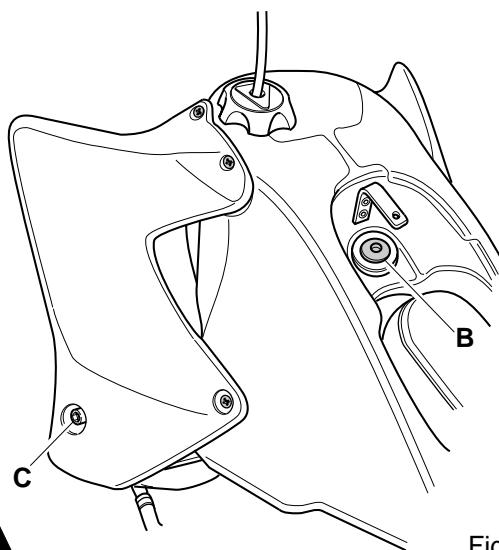

Fig. 37
2. Svitare la vite "B" (Fig. 37) di fissaggio del serbatoio del carburante e le viti "C" (Fig. 37) di fissaggio degli spoiler ai radiatori.
- Unscrewing vine "B" (Fig. 37) of fixing of the tank of fuel and vines "C" (Fig. 37) of fixing of the spoiler to radiators.
- Schraube "B" (Abb..37) (zur Behälterbefestigung) und Schrauben "C" (fg.37) (zur Befestigung der Spoiler an den Kühlgittern) ausdrehen.
- Desserrez la vis "B" (Fig. 37) qui retient le réservoir à essence et les vis "C" (Fig. 37) qui fixent les ouïes aux radiateurs.